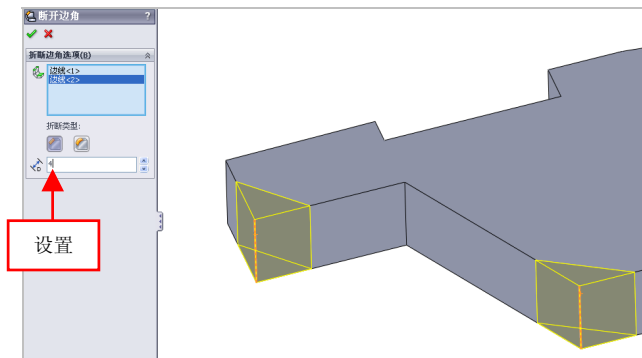

图 9-45 设置参数值
(3) 弹出【断开边角】属性管理器，依次选择合适的边线，设置【距离】为4，如图9-45所示。